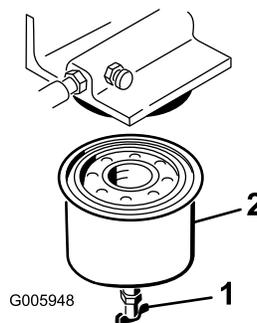

Рисунок 33
5. Откройте сливной клапан (Рисунок 33), слейте топливо из топливного фильтра в подходящую емкость и утилизируйте его в установленном порядке.
6. Снимите топливный фильтр с помощью ключа для топливного фильтра (Рисунок 33).